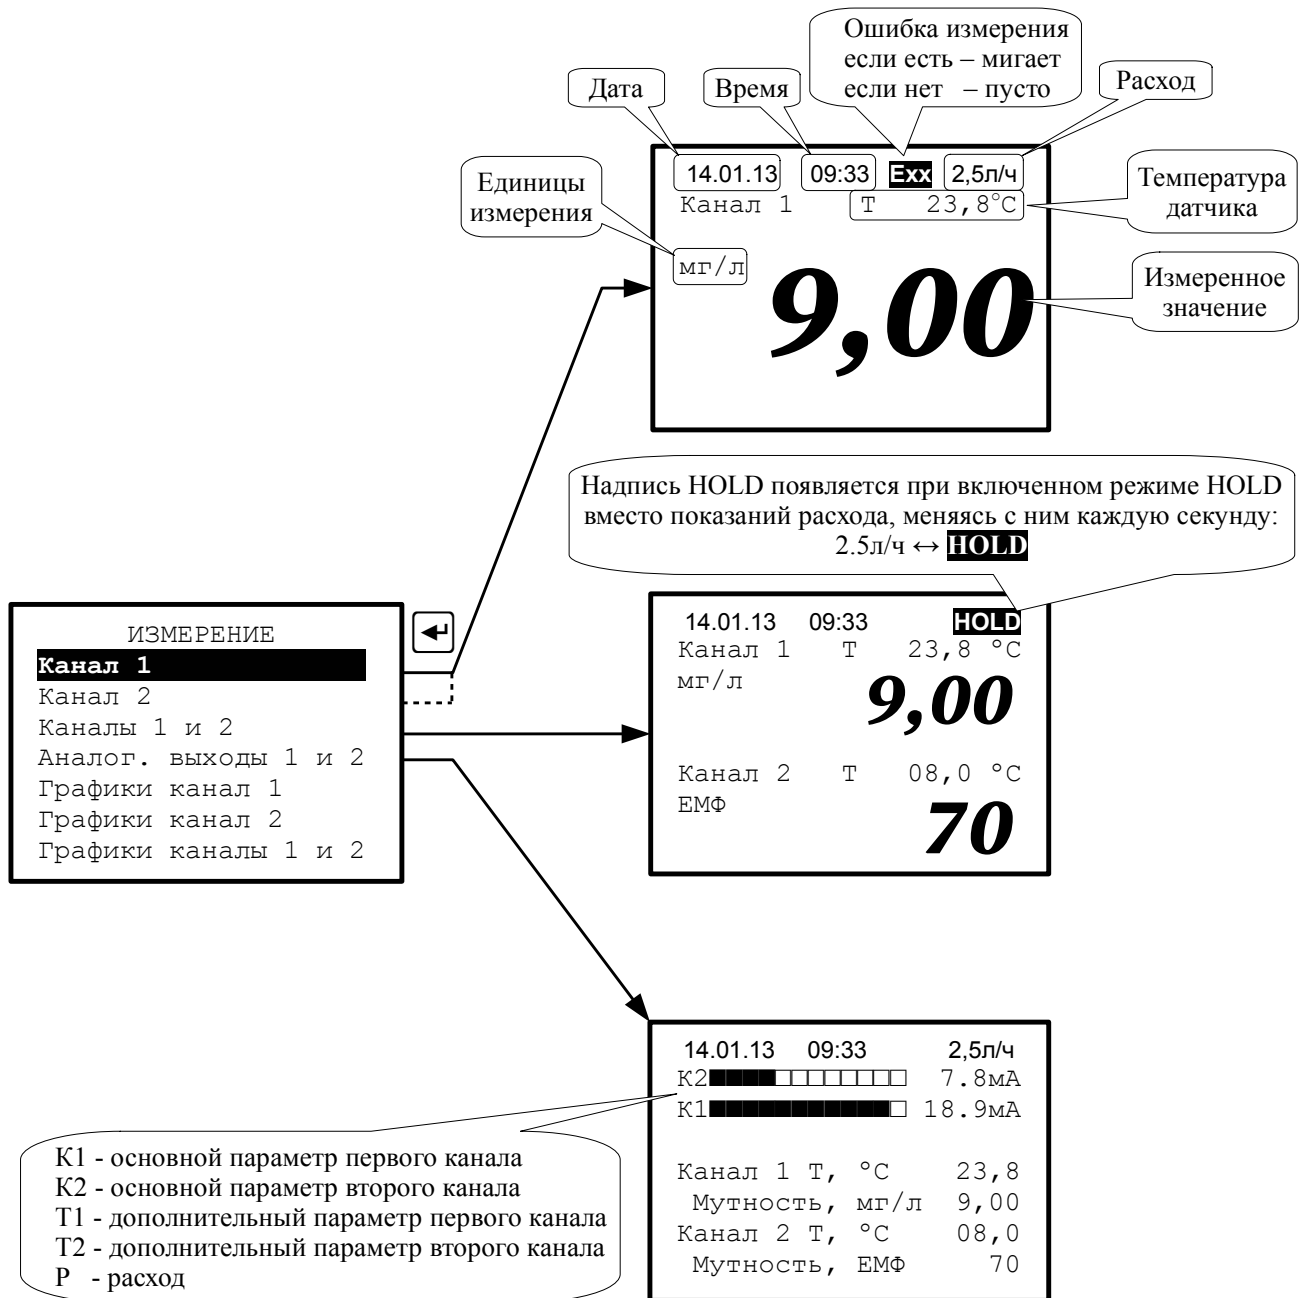

Рисунок 8 - Выбор выводимых на дисплей измеренных числовых значений параметров
10.3.4.3 **Канал 1**, **Канал 2**, **Каналы 1 и 2** - цифровое отображение результатов измерения (Рисунок 8).
10.3.4.4 **Аналог. выходы 1 и 2** - отображение аналоговых выходных сигналов в виде шкалы, а результатов измерения в цифровом виде (Рисунок 8).